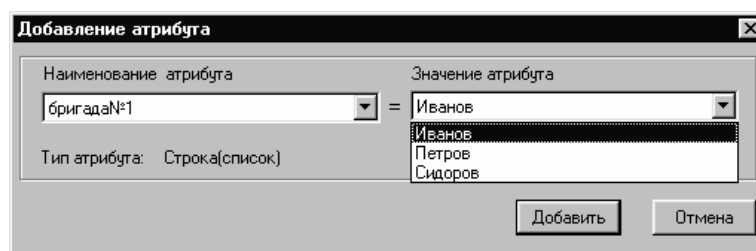

Рис. 18. Добавление атрибута
- 3.15. Созданным элементам присвоить атрибут с «**Наименованием атрибута**» – **Бригада№...** и «**Значением атрибута**» из выпадающего списка (рис. 18).